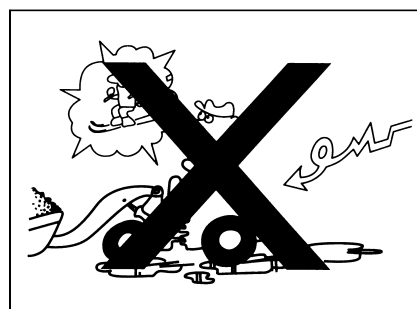

Рис. 1-45
- Не обработанное место, или не плоская поверхность дороги, или неаккуратные вещи на дороге иногда вызывают трудное управление рулевым колесом, в последствии чего возникает опрокидывание или другие аварии. Поэтому при движении по вышеуказанным местам необходимо снизить скорость(рис. 1-45). .